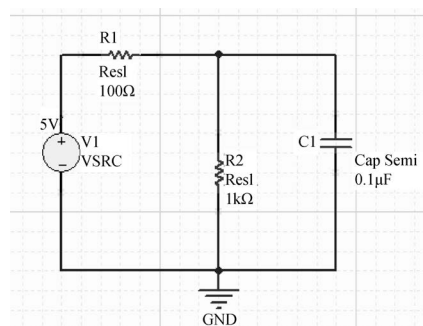

图 3-8 修改完所有的参数
③ 单击界面中的 OK 按钮,关闭该界面。如图 3-8 所示,修改剩下的电路元器件参数,以满足仿真条件。